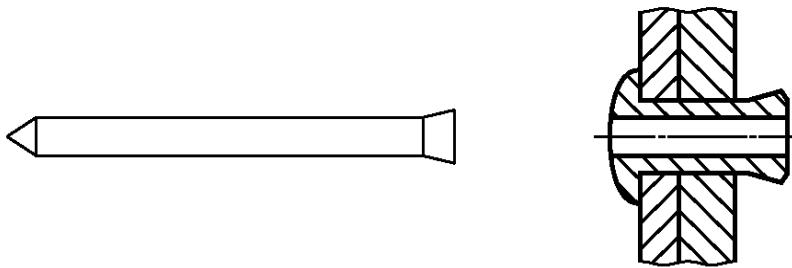

Рисунок 4 — Сердечник, протягиваемый насквозь
2.2.1.1 сердечник, протягиваемый насквозь (pull through mandrel): После вставления заклепки в отверстие сердечник полностью протягивается сквозь тело заклепки до получения сквозного отверстия (рисунок 4).